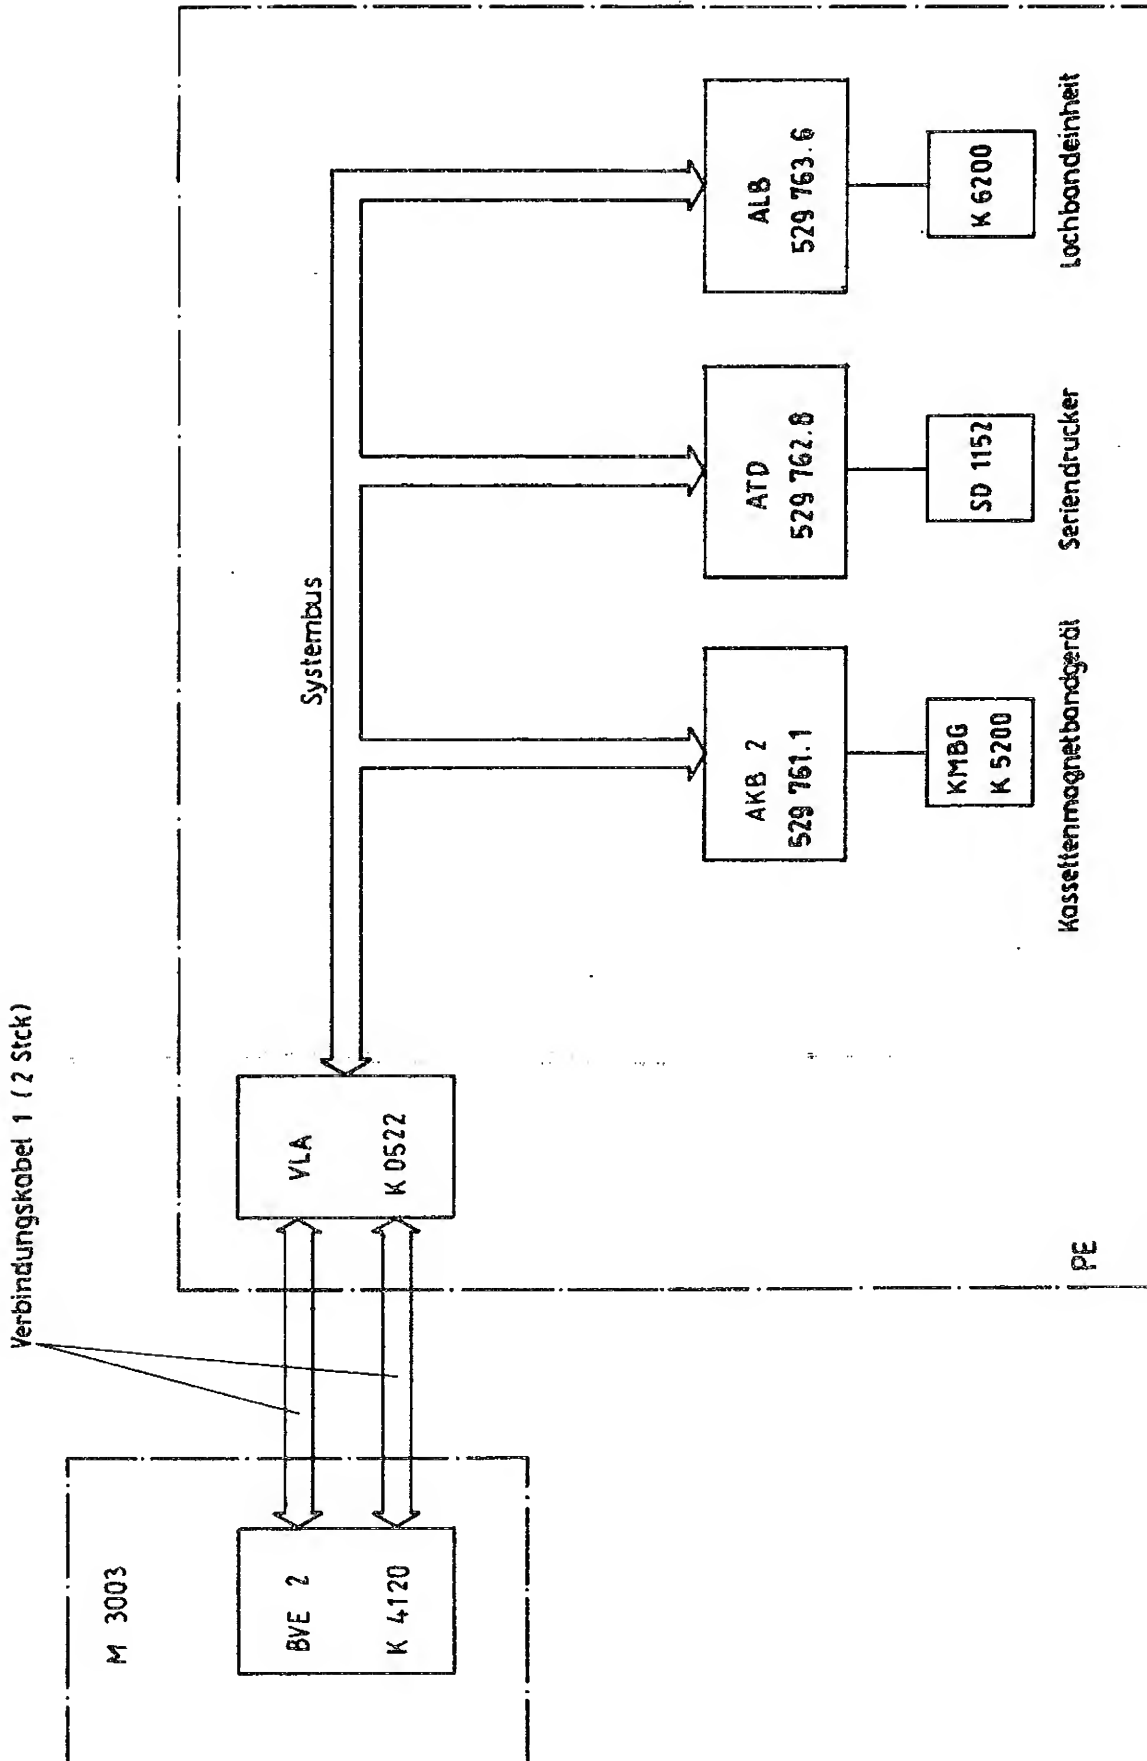

Bild 3 Prinzipschaltbild Peripherieerweiterung M 3501
Der prinzipielle Aufbau der PE M 3501 ist aus dem Prinzipschaltbild (Bild 3) ersichtlich. Im Automatenkern des Leiterkartentesters M 3003 ist auf einem dafür vorgesehenen Steckplatz die Busverstärkereinheit BVE2-K 4120 eingesetzt. Über zwei Verbindungskabel 1 LTG K 0251 und den Kabeladapter VLA K 0522 wird der Systembus der PE direkt an den Rechner K 1520 im M 3003 angekoppelt. Somit können Daten, Adressen und Steuersignale vom Automatenkern (AK) des M 3003 auch in der PE wirksam werden und die entsprechenden peripheren Geräte ansteuern. Die Baugruppen Anschlußsteuerung für Kassettenmagnetbandgeräte (AKB 2), für den Seriendrucker (ATD) und für die Lochbandeinheit (ALB) dienen zur elektronischen Anpassung des jeweiligen Gerätes an den Systembus. Außerdem wird auf diesen Baugruppen die Adreßdekodierung vorgenommen. Die Adressen der einzelnen Geräte sind für das Programm bereits festgelegt und dürfen nicht mehr verändert werden.